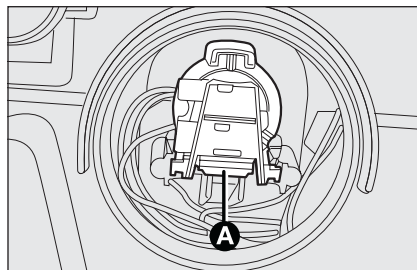

fig. 24
- ☐ appuyer sur le dispositif de blocage **A**-fig. 24 et extraire la douille;